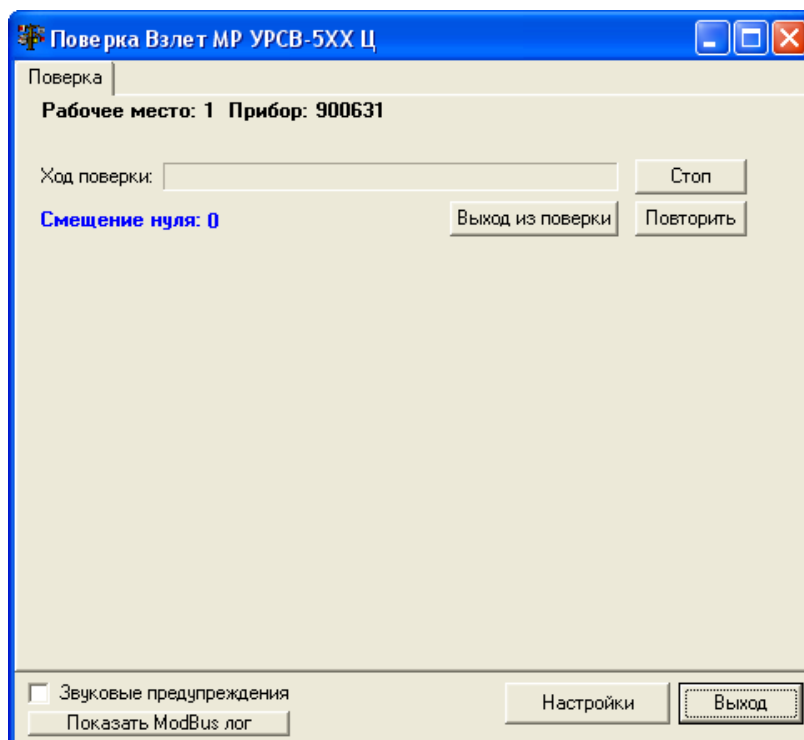

Рис. 32. Вкладка начала поверки.
2.6.8. Если в приборе не установлен и не определён токовый выход то на мониторе после прохождения 2.6.6 появится вкладка (рис.32):